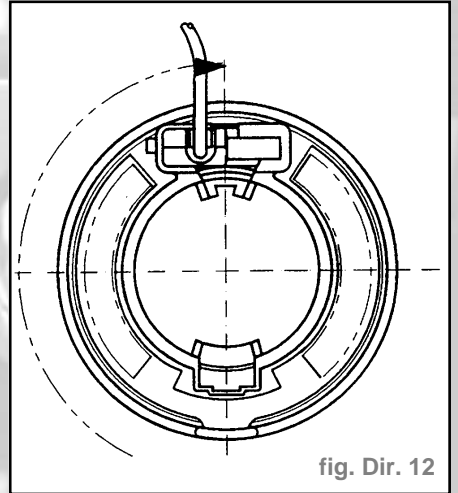

fig. Dir. 12
- Tourner ensuite légèrement la partie supérieure de la pièce dans le sens des aiguilles d'une montre (sens horaire) et vérifier que le contact tournant est bien dans la position représentée ci-après (fig. Dir. 12).